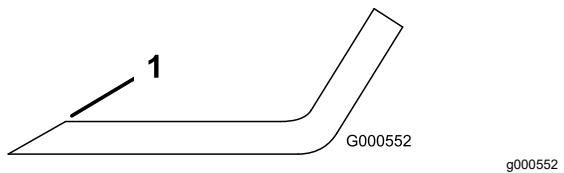

Figure 86
Remarque: Si la lame est déséquilibrée, limez un peu l'extrémité de l'ailette seulement (Figure 86).
1. Au moyen d'une lime, aiguissez les tranchants aux deux extrémités de la lame (Figure 86).